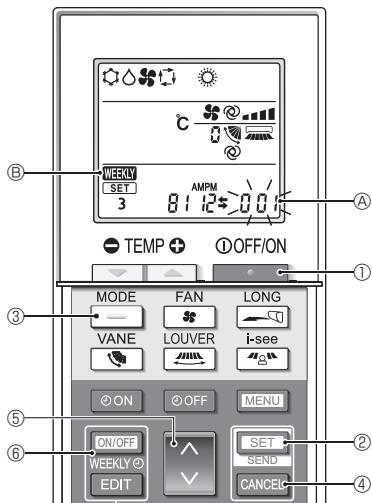

Fig. 5-12
- Appuyez sur la touche **MENU** ②.
5.12.8. Désactivation du mode AUTO (Fig. 5-12)
- Appuyez sur la touche **OFF/ON** ① pour arrêter le climatiseur.
- Si la minuterie hebdomadaire est activée, appuyez sur la touche **ON/OFF** ⑥ pour la désactiver. (**WEEKLY** Ⓐ disparaît.)
- Appuyez sur la touche **SET** ② pendant 5 secondes.
- Appuyez sur la touche **↓** ⑤.
- Achèvement des réglages (Fig. 5-12)